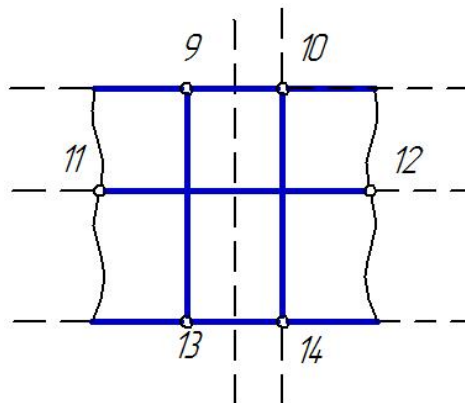

Рис. 3.11. Построение линии стыка деталей
4. Постройте центральную часть разреза (рис. 3.11):